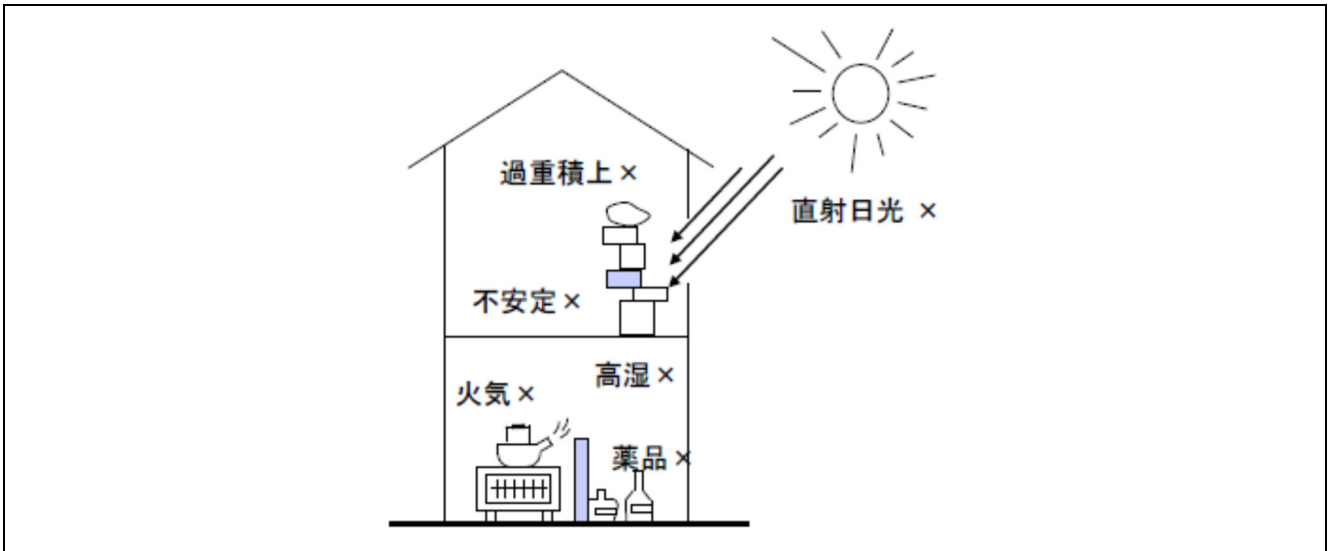

図 14 悪い保管場所の例
(2) 保管形態
- (i) 保管形態では、半導体デバイスに荷重が掛らないように注意する必要があります。特に、積重ねの状態では思わぬ荷重が掛ります。又、重い物を上に載ることは避けてください。（図 14）